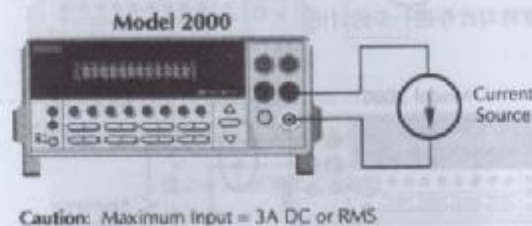

图 2—5 直流与交流电流测量
- (1) 必须使用前面板来输入, 故先设定【INPUT】键于FRONT的位置, 并将输入导线连接于AMPS和INPUT LO端。
- (2) 按下【DCI】或【ACI】来选择测量功能。
- (3) 按【AUTO】来启动或停止自动量程功能。当您启动此功能时, 请注意显示幕上AUTO的灯会亮起来。如果想改为手动的设定时, 利用【▲】和【▼】来选择一个符合条件的量程。
- (4) 将测试导线与电流源如图 2—5 连接。